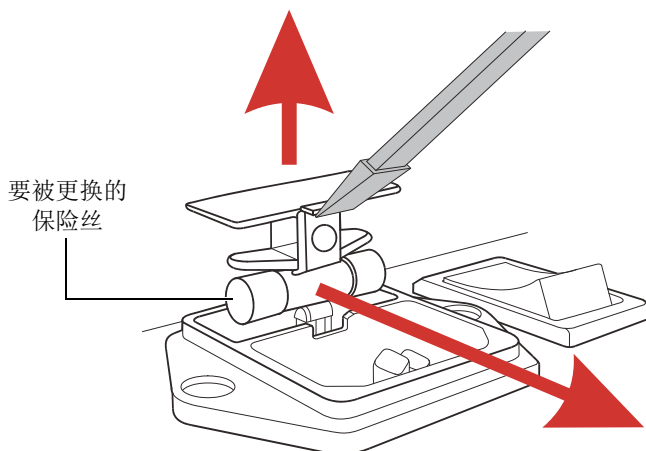

图 6-1 更换 OmniScan iX 仪器的保险丝
2. 使用平头螺丝刀，拆下保险丝架（参见第 55 页的图 6-1）。